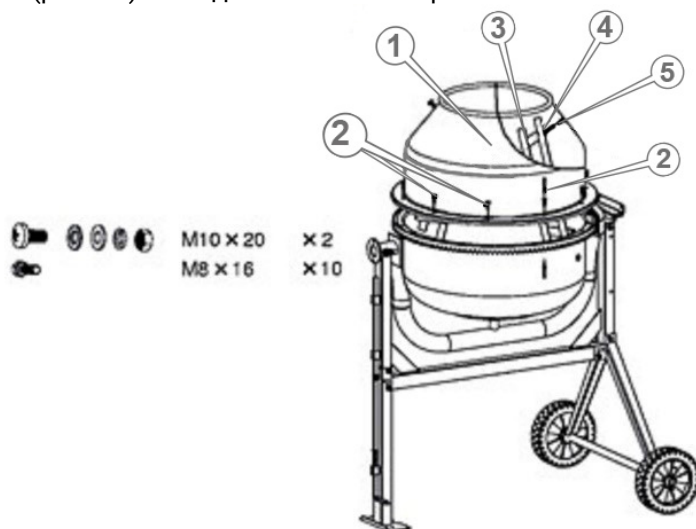

Рисунок 17. Схема встановлення верхньої частини змішувального барабана моделей «БМ-160-ЗНН», «БМ-180-ЗНН».
6. Встановити верхню частину барабана на нижню через гумову прокладку так, щоб збіглися монтажні отвори й стрілки напрямку обертання (рис. 17) та з'єднати частини барабана болтами.
7. Зафіксувати змішувальні лопатки на верхній частині барабана (рис. 17) гвинтами, затягнути нарізні до упору та перевірити надійність затягнення ручним інструментом.